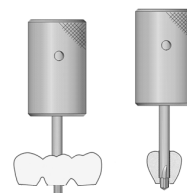

図 1
- 4) ラッピングドライバー EX A (Ti) の使用方法（図 1）